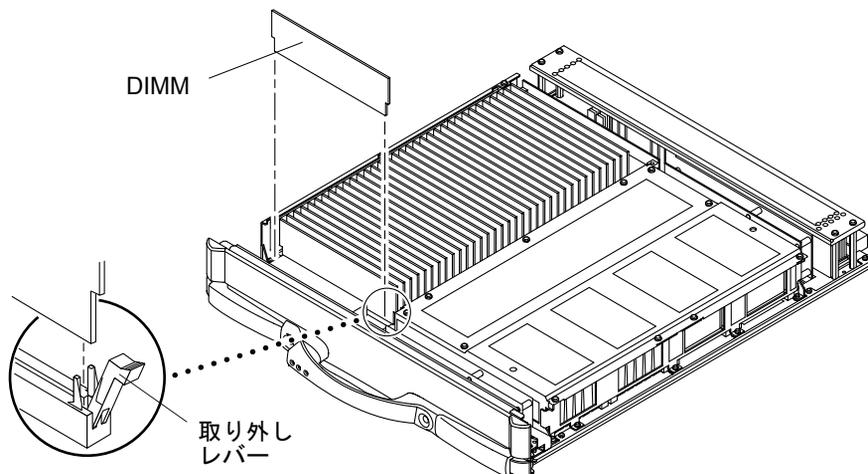

図 8-7 DIMM の取り外し
4. DIMM コネクタの両側の取り外しレバーを押し下げて、故障した DIMM を取り出します (図 8-7)。